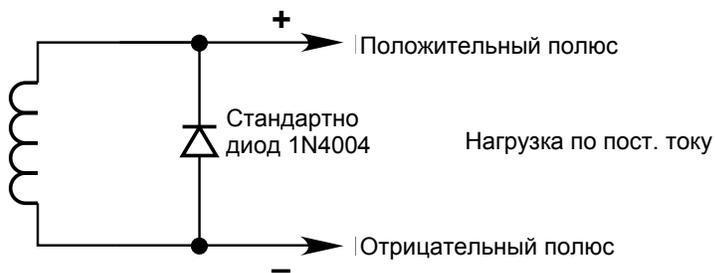

Рис. 11. Подавление переходных процессов на индуктивных нагрузках.
Внешние реле, соленоиды, моторы или другие устройства, которые могут вызвать индуктивные переходные процессы, и должны иметь цепи подавления переходных процессов. Подсоедините диод параллельно катушке при использовании устройств постоянного тока, см. рис. 11.
- Рисунок 11 — Подавление переходных процессов на индуктивных нагрузках.